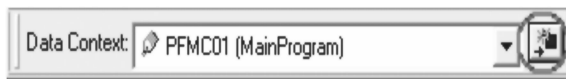

图 20-35 工具栏
5. 现在，请查看位于数据背景工具栏右侧的按钮，如图 20-35 所示。